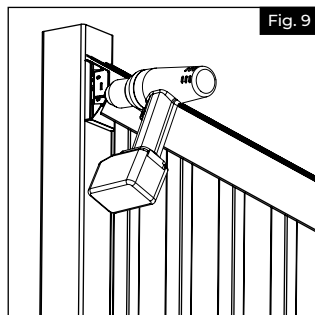

Fig. 9
- S'assurer que les traverses sont bien en place avec les barreaux, de niveau et centrées sur le manchon du poteau. Tout en maintenant le support supérieur bien appuyé contre la traverse par le dessous, et en utilisant un foret de $\frac{3}{8}$ po (3,2 mm), percer un avant-trou pour la première vis du support supérieur (Fig. 9). Percer à travers le trou du support, le manchon de poteau en vinyle et la pièce insérée en vinyle, et enfoncer sans serrer la première vis no 10 x $1\frac{1}{2}$ po (38,1 mm).